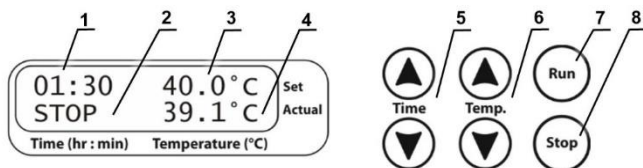
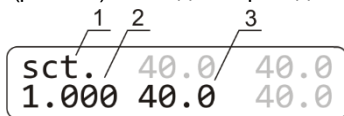
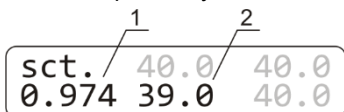

Рисунок 1. Панель управления
Рисунок 2. Дисплей в режиме калибровки: 1. Индикатор режима калибровки; 2. Коэффициент калибровки; 3. Температура с текущим коэффициентом.
Рисунок 3. Изменение коэффициента:
- 5.4 **Установка температуры.** Кнопками ▲ и ▼ Temp. (рис. 1/6) установите необходимую температуру (рис. 1/3). Если кнопка установки удерживается нажатой более 2 секунд, скорость смены значений увеличивается.
- 5.5 Начинается нагрев термоблока. Текущие показания температуры отображаются в нижней строке дисплея (рис. 1/4).
- 5.7 **Установка времени.** Прибор оснащен независимым таймером, что создаёт дополнительные удобства для контроля времени инкубирования. Кнопками ▲ и ▲ **Time** (рис. 1/5) установите необходимое время термостатирования образцов в часах и минутах (hh:mm). Если кнопка установки удерживается нажатой более 2 с, скорость смены значений увеличивается. Установленное значение времени отображается в верхней строке дисплея (рис. 1/1).
- 5.8 Нажмите кнопку **Run** (рис. 1/7), при этом включается таймер. Отсчет установленного интервала времени отображается в нижней строке дисплея (рис. 1/2). По истечении установленного интервала времени таймер подает звуковой сигнал, при этом на дисплее отображается мигающая индикация **STOP**. Нажмите кнопку **Stop** (рис. 1/8) для прекращения сигнала.
Внимание! При остановке таймера не прекращается процесс нагрева/поддержания установленной температуры. Для прекращения нагрева необходимо кнопкой ▼ **Temp.** (рис. 1/6) установить значение температуры ниже 25°C (индикация OFF на дисплее, рис. 1/3).
- 6.2 Жажмите кнопку **Stop** (рис. 1/8) на 8 с для перехода в режим калибровки (рис. 2).
- 6.3 **Восстановление заводских установок.** Чтобы восстановить заводские установки, с помощью кнопок **▲** и **▼ Temp.** (рис. 1/6) установите коэффициент на 1.000 (рис. 2/2). Нажмите кнопку **Run** (рис. 1/7) один раз, чтобы сохранить изменения.
6.4.3 Предположим, что показания независимого сенсора составляют 39°C, а текущая температура на дисплее — 40°C (рис. 1/4). Здесь необходимо добавить коррекцию 1°C.
6.4.4 Жажмите кнопку **Stop** (рис. 1/8) на 8 с для перехода в режим калибровки (рис. 2).
6.4.5 С помощью кнопок **▲** и **▼** (рис. 1/6) измените коэффициент калибровки (рис. 3/1) так, чтобы новое значение температуры (рис. 3/2) соответствовало температуре независимого сенсора. В нашем примере коэффициент калибровки будет равен 0,974.